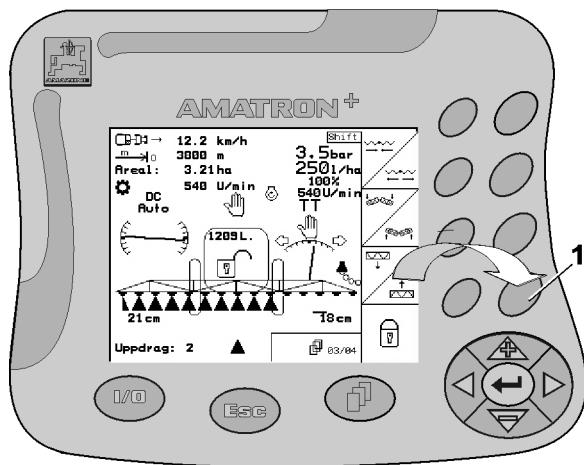

Fig. 14
1. Påverka den till funktionsfältet tillhörande funktionsknappen (Fig. 14/1), för att lyfta sprutrampen.